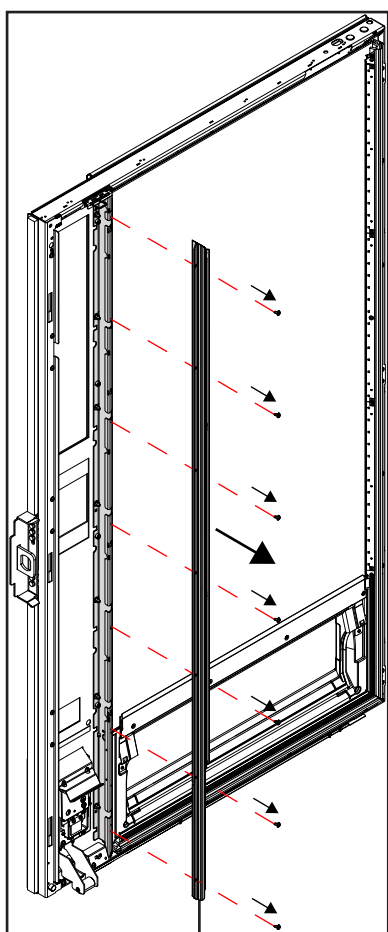

Fig. 4
3. Déposer 7 vis à tête cylindrique bombée et empreinte à six lobes internes M4 (fig. 4).
4. Retirer le profil d'étanchéité gauche (fig. 4).